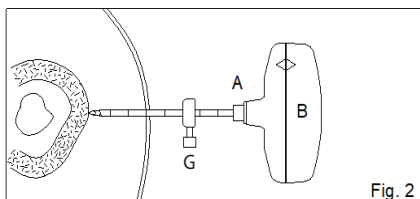

Fig. 2
FIG. 2 Muovere il misuratore di profondità (G) in avanti fino al contatto con la pelle, quindi ritirarlo alla profondità desiderata, usando i contrassegni di centimetri sulla cannula di taglio (A) per avere una guida visiva.